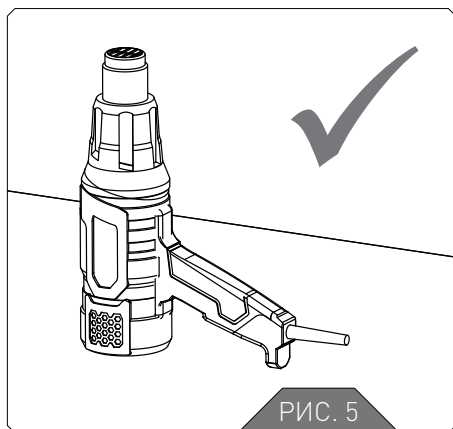

РИС. 5
**ПРЕДУПРЕЖДЕНИЕ:** Нагретый тепловой пистолет всегда размещайте на ровной поверхности ВЕРТИКАЛЬНО (РИС.5)